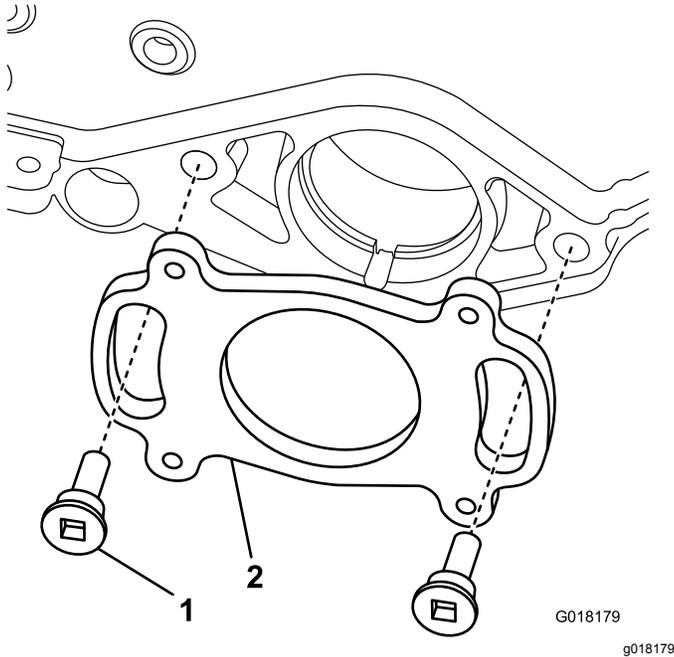

Figure 8
1. Fixez la plaque de montage arrière avec 2 boulons à épaulement, comme montré à la Figure 8.